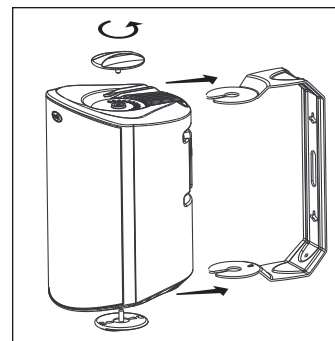

FIGURE 14: Dévissez les boutons pour retirer le support.
12. Pour fixer l'enceinte au support, glissez-la entre les pattes du support. Les rampes intégrées à l'enceinte écarteront légèrement les pattes du support et guideront les extrémités du support jusqu'aux douilles filetéés situées aux extrémités de l'enceinte. Un système de rochet tient l'enceinte en place et vous permet d'ajuster son orientation. [figure 14].